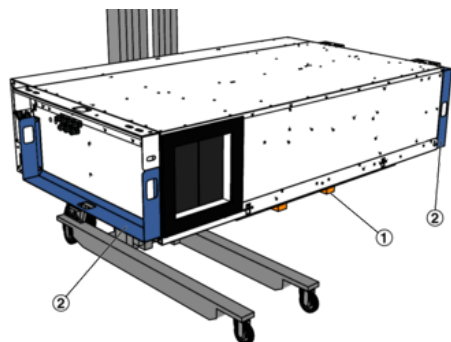
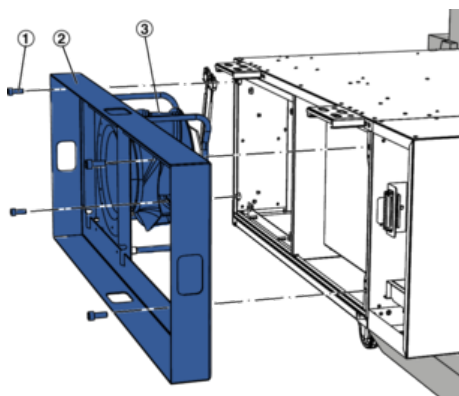

Abb. 6: Bauteil 1 auf Montagelift legen
Abb. 7: Tragehilfen mit Ventilator
2. ▶ Den Montagelift (Abb. 6/1) an die Stelle fahren, an der die Deckmontage erfolgen soll. Bauteil 1 mit den Deckeln nach unten auf den Montagelift legen. Hierbei beachten, dass die lackierte Oberfläche des Gerätes nicht beschädigt wird zum Schutz z.B. Pappe zwischen Lift und Gerät legen.
3. ▶ An beiden Stirnseiten von Bauteil 1 die Transporthilfen (Abb. 6/2) demontieren. Dazu die Schrauben (Abb. 7/1) lösen und die Transporthilfen entnehmen. An der Trennstelle wird dabei auch der Ventilator (Abb. 7/3) mit aus dem Gerät gezogen. Den Ventilator und Schrauben für die spätere Montage lagern. Die Schrauben der Transporthilfe wieder im Gerät einschrauben.